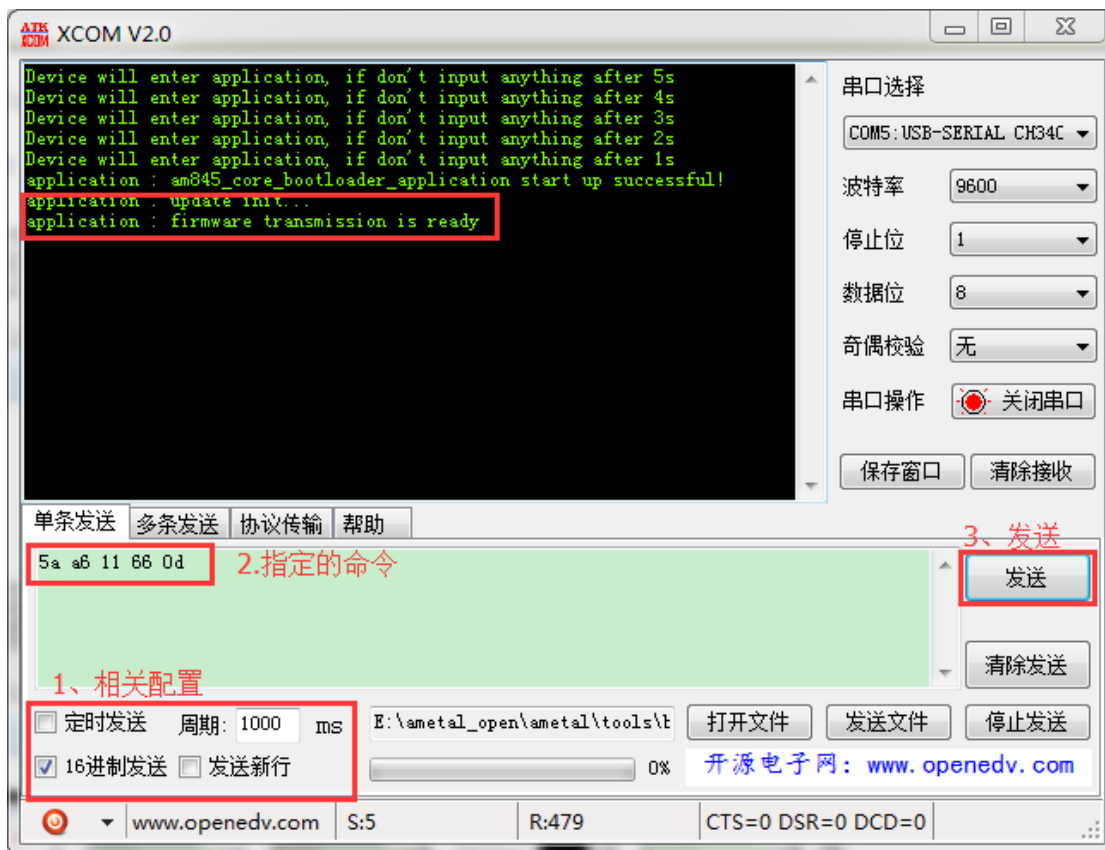
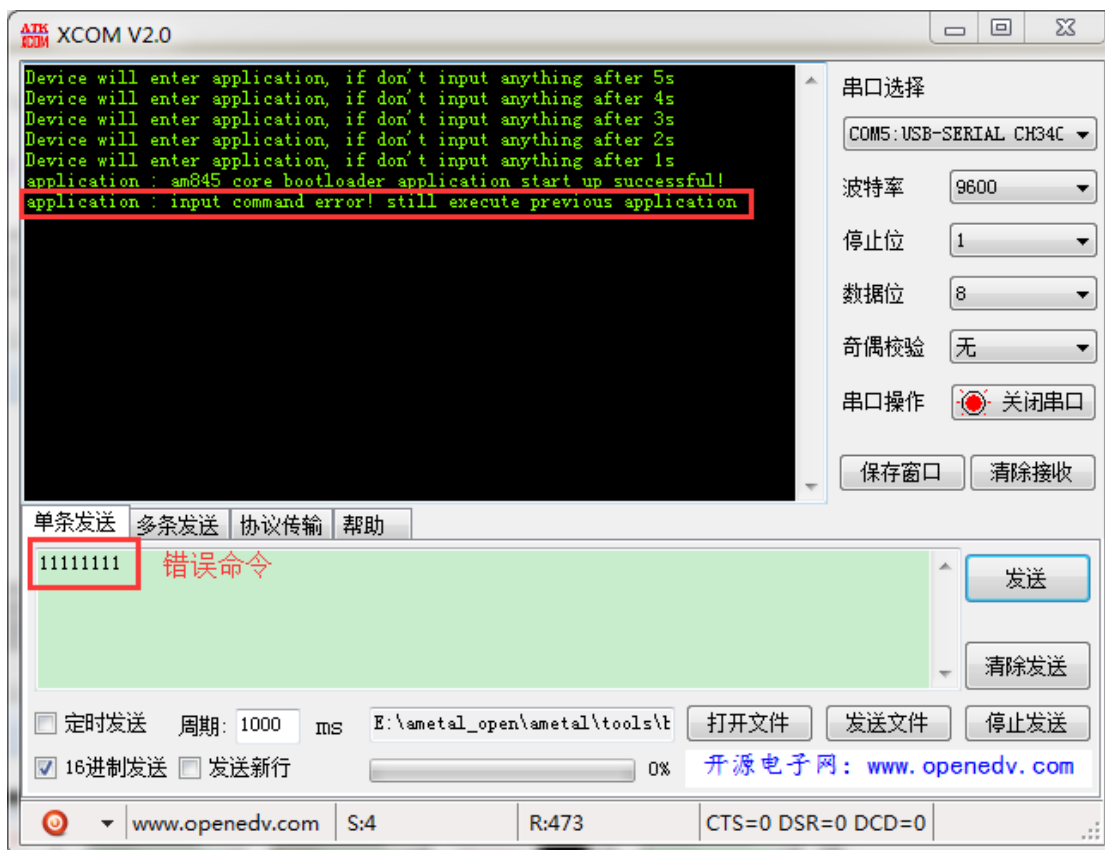

图 26: 向应用程序发送命令
图 27: 命令输入错误
发送时注意选择 16 进制发送，具体操作如 图 26 所示，命令发送成功后，串口助手打印出 “application : update init...” 和 “application : firmware transmission is ready”。如果命令发送错误，串口助手会打印出 “application : input command error! still execute previous application”，如 图 27 所示，之前的应用程序继续运行，如果想要再次接受固件需要重新发送正确的命令。
3、发送固件，发送固件的方式同本地升级相似，当串口助手接收到应用程序的打印信息“application : firmware transmission is ready”时，表明应用程序接收工作已准备就绪，此时可以利用串口助手发送固件。打开待发送的固件并发送。如图 27 所示，固件发送传输过程中 LED 会快速闪烁。